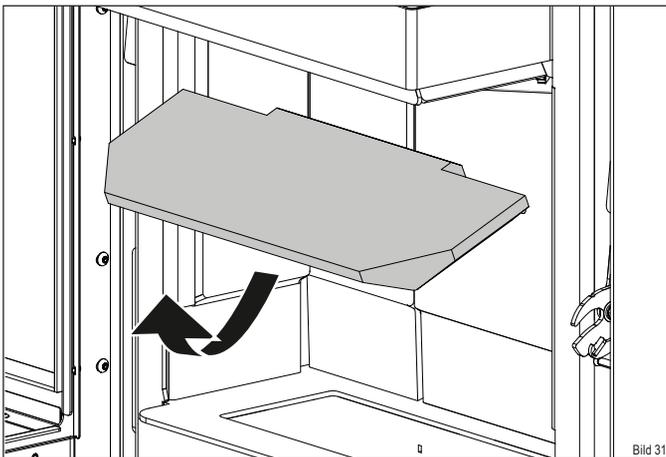

Bild 31
- ▶ Entnehmen Sie den oberen Thermostein vorsichtig aus dem Feuerraum (Bild 31).